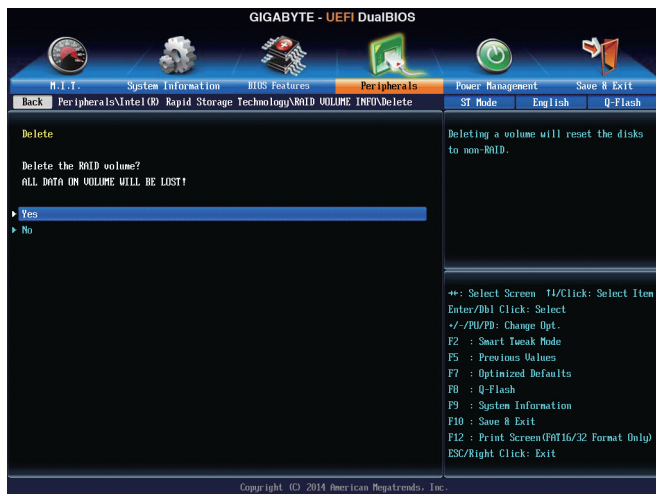

図 8
RAID アレイを削除するには、Intel(R) Rapid Storage Technology 画面において削除するボリューム上で <Enter> を押します。RAID VOLUME INFO 画面に入ったら、Delete で <Enter> を押して Delete 画面に入ります。Yes で <Enter> を押します (図 8)。